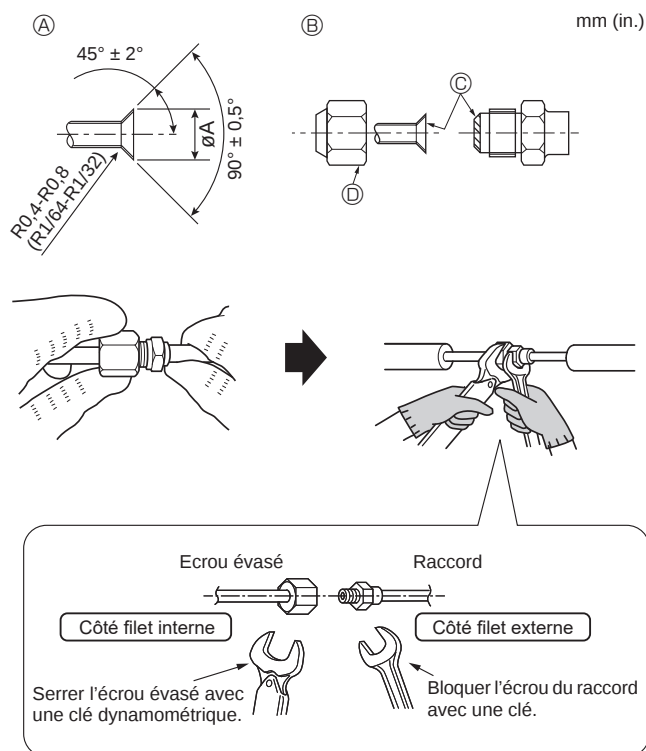

Fig. 4-2
4.2. Connexion des tuyaux (Fig. 4-2)
4.3. Travaux pour l'installation des tuyaux de réfrigérant (Fig. 4-2)